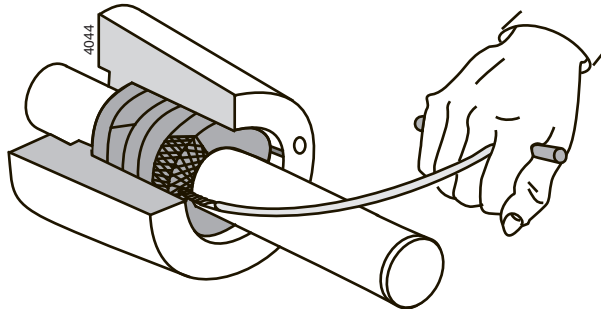

Рисунок 20. Снятие набивочных колец при помощи съемника
- Поставщик может предоставить специальный съемник для снятия старых набивочных колец. См. рисунок 20.